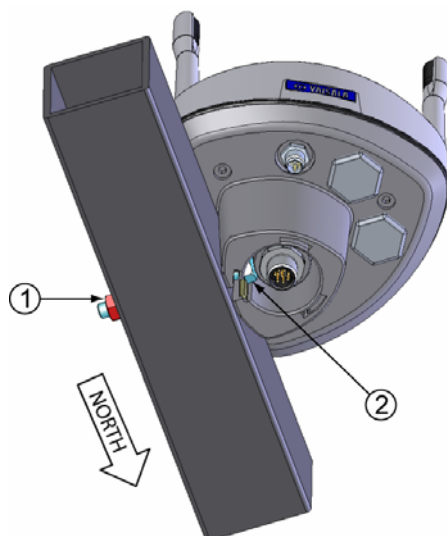
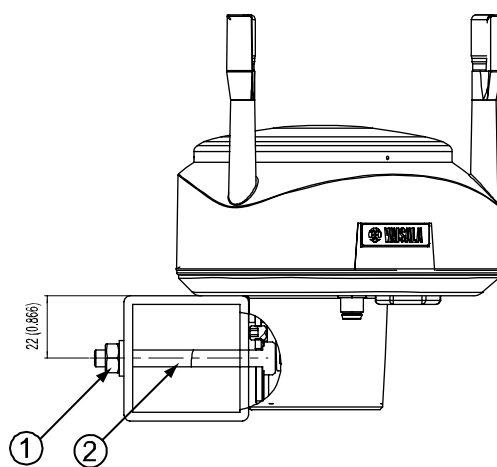

図 13 WMT52 をクロスアームに取り付け
図 14 クロスアーム取り付けボルトの配置
3. 取り付けボルト(M6 DIN933)とナットを用いて、図のようにセンサをクロスアームに取り付けます。31 ページの図 13 と31図 14 を参照してください。